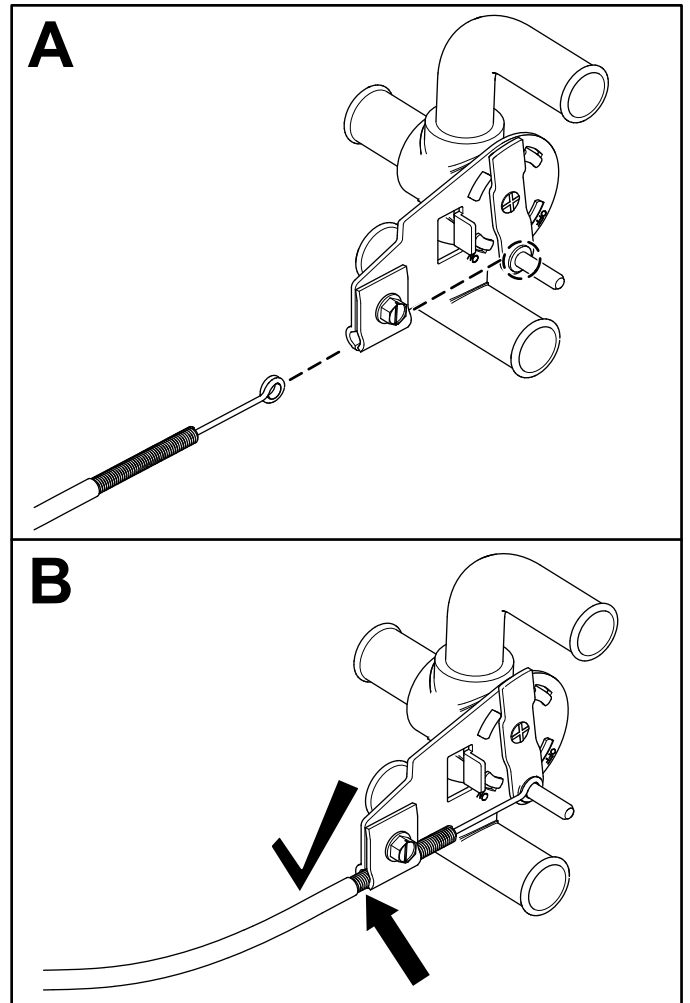

図 8
8. 給水バルブが中間の位置にあることを確認し、制御ケーブルのもう一方の端に接続する(図 8)。